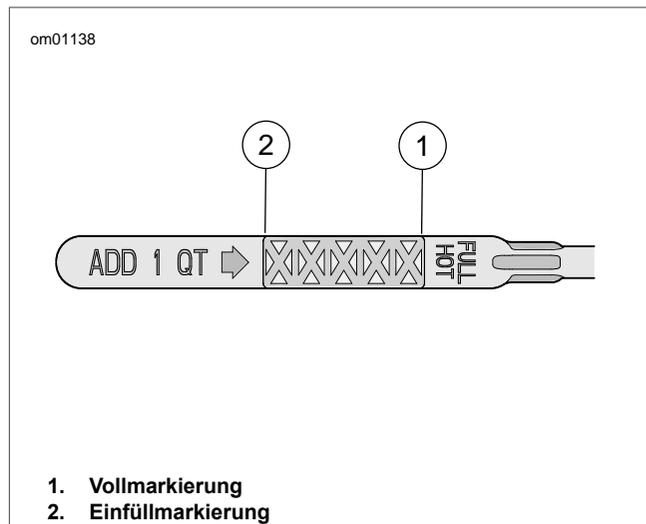

Abbildung 21. Motorölstand
2. Siehe Abbildung 21. Den Einfüllverschlussstopfen/Ölmesstab herausziehen und überprüfen, ob das Öl auf dem Ölmesstab zwischen den zwei Markierungen zu sehen ist.
4. Siehe Abbildung 21. Den Ölmesstab entfernen und den Ölstand ablesen. Nur soviel Öl nachfüllen, um den Ölstand auf die Markierung FULL (Voll) des Ölmesstabs zu bringen. Nicht zu viel einfüllen.